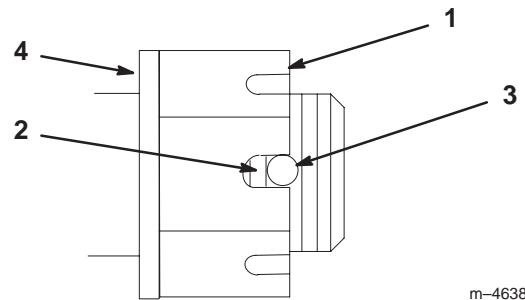

Figure 41
3. Serrez le boulon crénelé à 170 Nm (125 pieds-livre) (Fig. 41).
4. Mesurez l'espace entre la base de la fente de l'écrou et le bord intérieur du trou. On ne doit pas voir plus de deux filets (Fig. 41).
5. Si plus de deux filets sont visibles, enlevez l'écrou et placez une rondelle entre le moyeu et l'écrou (Fig. 41).
6. Serrez le boulon crénelé à 170 Nm (125 pieds-livre) (Fig. 41).
7. Serrez l'écrou jusqu'à ce que le jeu de fentes suivant soit en face du trou de l'axe (Fig. 41).